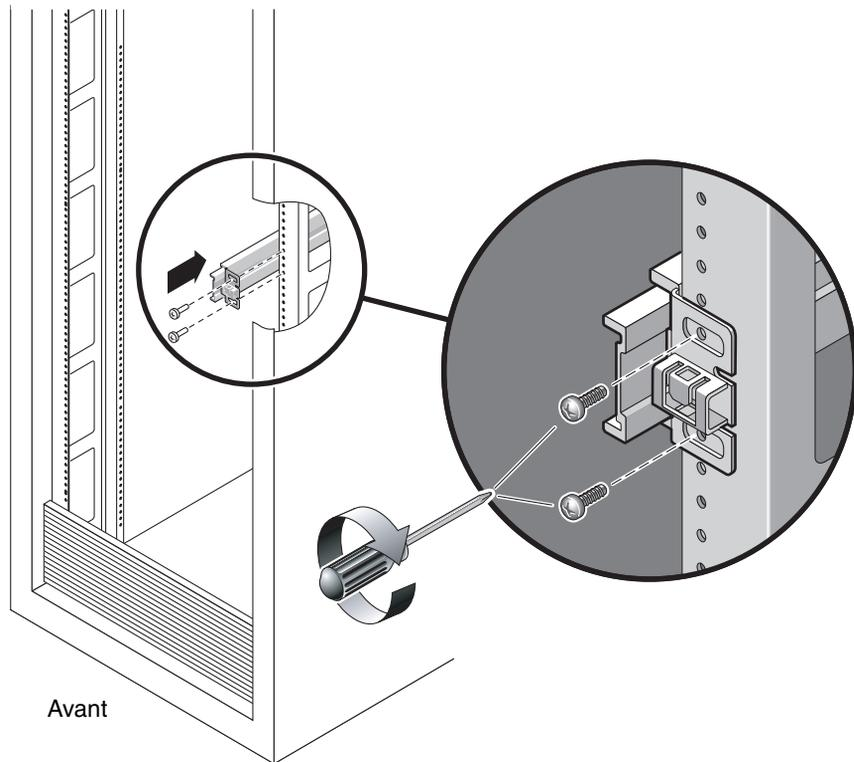

FIGURE 2-6 Montage du rail coulissant
5. Fixez un rail coulissant au montant avant droit du rack (voir FIGURE 2-6).